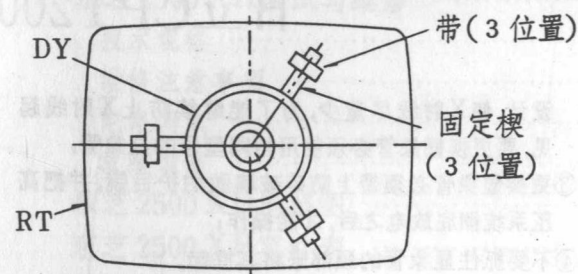

图10
②接收同静会聚调试相同的单红色信号。
步骤: ①把固定楔插入图10所示的3个位置,设定图象底部的蓝/红垂直线,在图象左/右的蓝/红水平线及在图象角部的蓝/红垂直水平线,进入残余会聚规定范围;